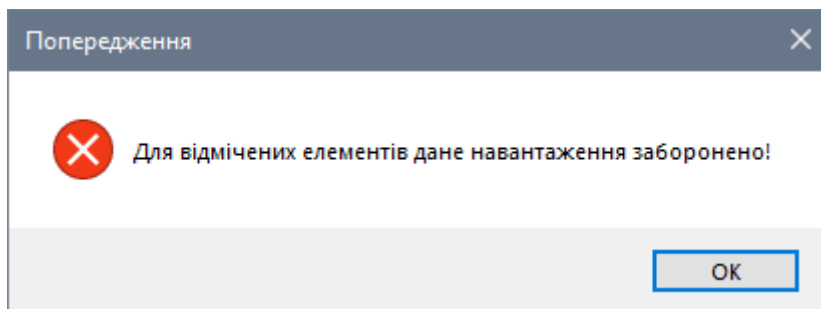

Рис. 4.23. Діалогове вікно Попередження
- На екрані з'явиться діалогове вікно **Попередження** (рис. 4.23), в якому натисніть на кнопку **ОК**.